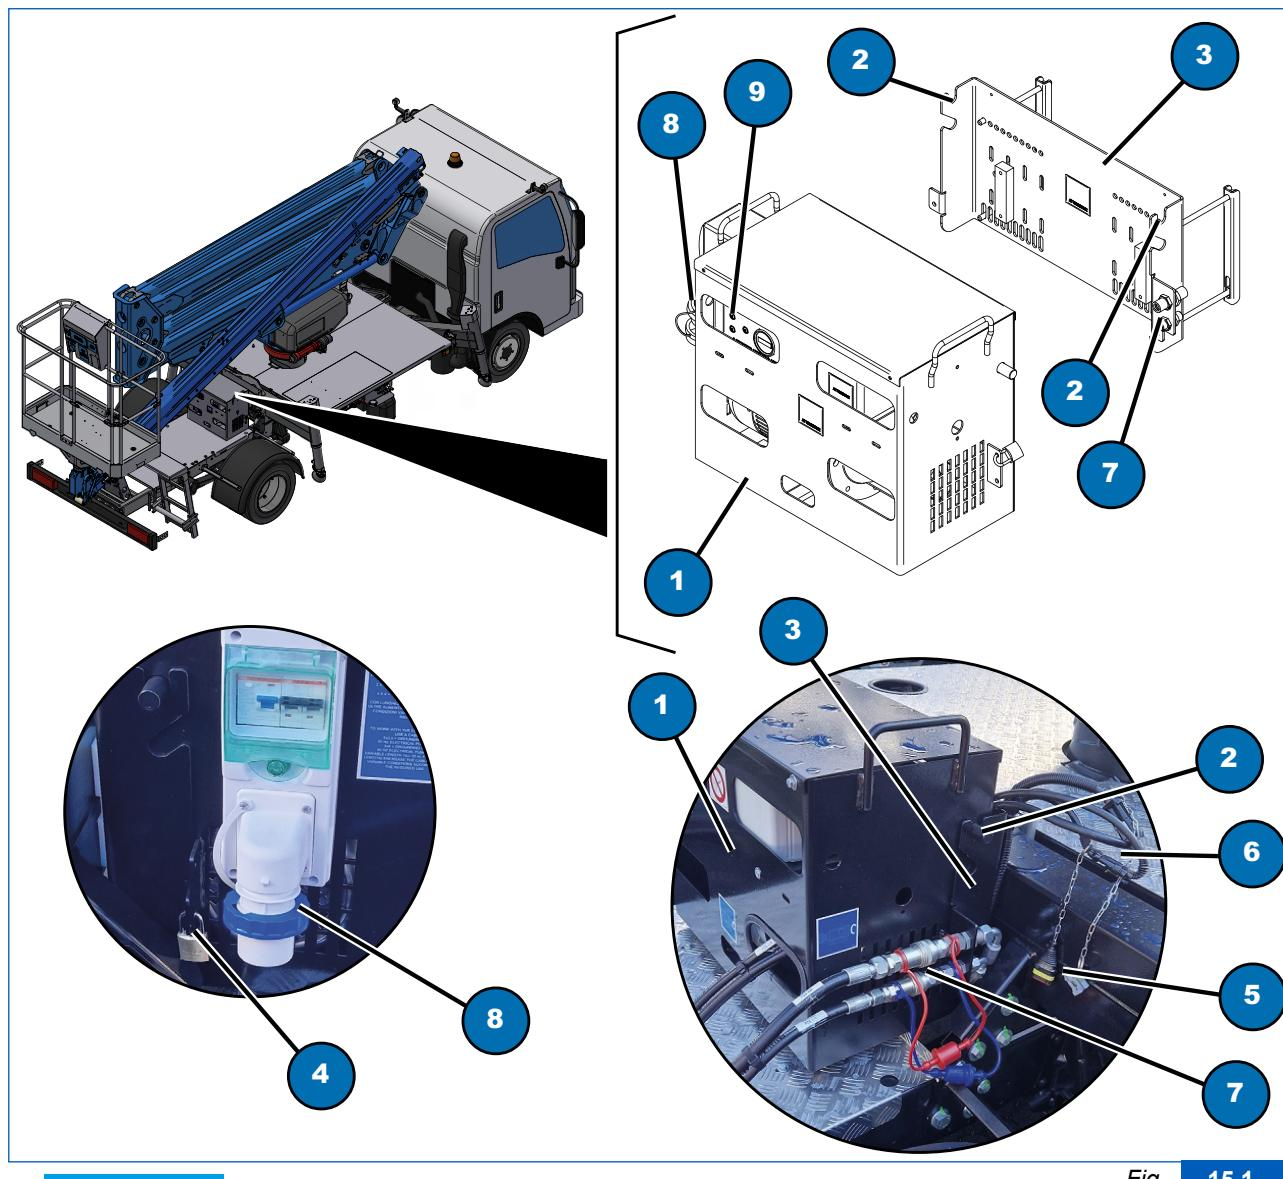

Fig. 15.1
Il motore elettrico, che è indipendente dal veicolo su cui è installato, deve essere collegato ad una rete elettrica esterna (220 Volt), tramite la presa (Fig. 15.1, 8).
- 1) posizionare la cassa elettropompa (Fig. 15.1, 1) sulla traversa posteriore del telaio negli appositi agganci (Fig. 15.1, 2);
- 2) fissare la cassa elettropompa (Fig. 15.1, 1), alla piastra di supporto (Fig. 15.1, 3) tramite l'utilizza di un lucchetto (Fig. 15.1, 4);
- 3) scollegare i tappi di chiusura, presenti nei connettori del cablaggio elettrico del telaio (Fig. 15.1, 5);
- 4) collegare i connettori del gruppo elettropompa all'impianto elettrico del telaio (Fig. 15.1, 6);
- 5) collegare i tubi oleodinamici agli attacchi rapidi (Fig. 15.1, 7);
- 4) collegare la spina di alimentazione 220 V (Fig. 15.1, 8) alla rete elettrica esterna;
- la spia (Fig. 15.1, 9) se accesa, indica il corretto collegamento della spina di alimentazione 220 V (Fig. 15.1, 8) alla rete elettrica esterna;
- la spia (Fig. 15.1, 10) se accesa, indica che l'elettropompa è pronta per l'utilizzo e che la chiave del veicolo è correttamente posizionata su OFF.